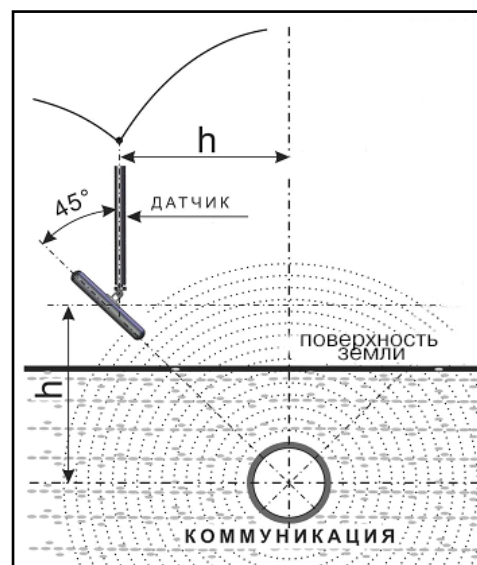

Рис. 4.1
2. При положении антенны ЭМД перпендикулярном трассе и под углом  $45^\circ$  к поверхности земли, минимум сигнала наблюдается на удалении от точки «над трассой», равном глубине залегания коммуникации, когда ось антенны пересекает ось трассы. Это косвенный метод измерения глубины залегания коммуникации (рис. 4.1).